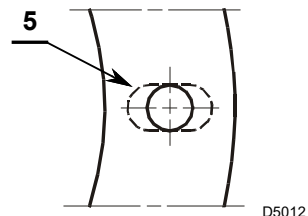

Fig. 7
- Allargare, se necessario, i fori dello schermo isolante 5)(Fig. 7).